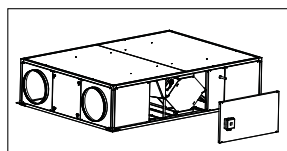

Fig. 1
2. Retirar el panel registro del lado conexiones (fig.1)